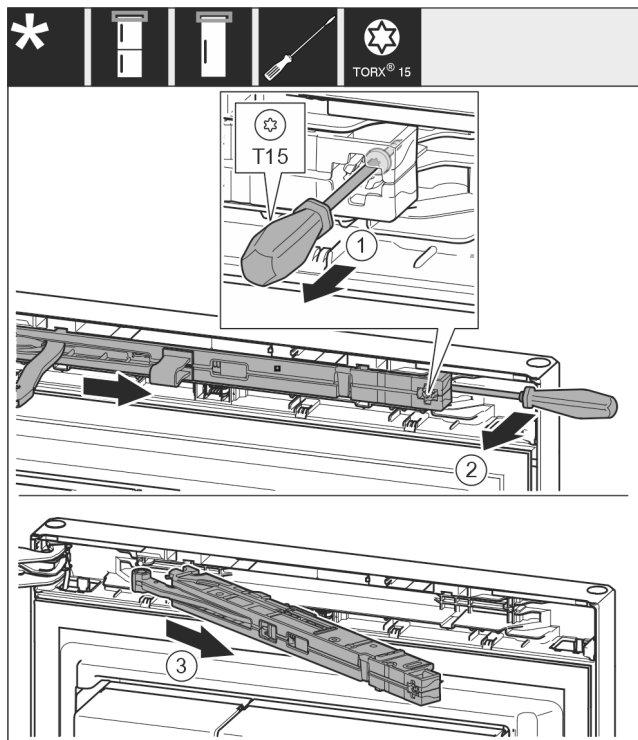

Fig. 13
- ▶ Oldja ki a csavart Fig. 13 (1) a záráscsillapító egységen 14 mm méretű csavarhúzóval.
- ▶ Emelje ki a záráscsillapító egységet Fig. 13 (2) a fogantyú felőli oldalon csavarhúzó segítségével felfelé.
- ▶ Húzza ki a záráscsillapító egységet Fig. 13 (3).